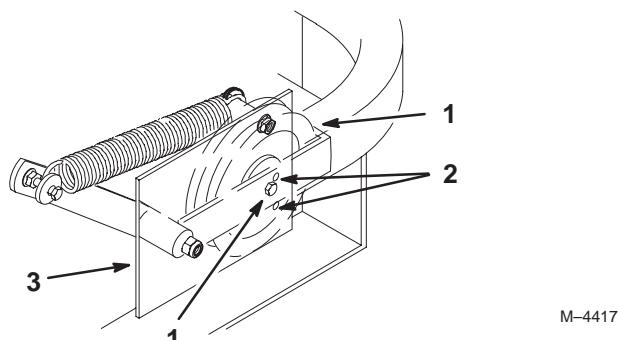

Figure 75
- Vérifiez la tension de la courroie. Le boulon central de la poulie de tension rappelée par ressort doit se trouver près du trou d'alignement supérieur de la plaque de support gauche (Fig. 75).